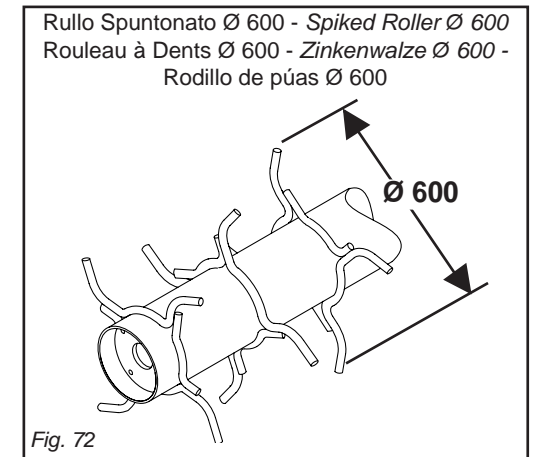

Fig. 72
**Rullo Spuntonato (Fig. 72)**
**Zinkenwalze (Abb. 72)**
**Rodillo de púas (imagen 72)**